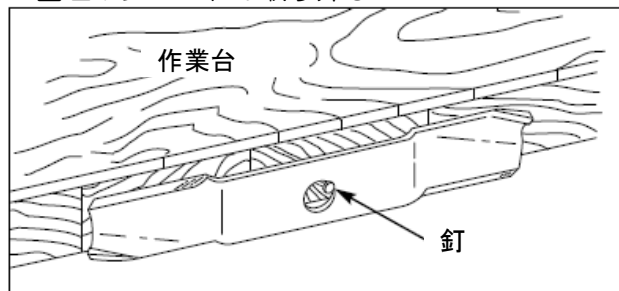

図 25 ブレードのバランスの確認
5. 図 25 のようにブレードのバランスをみます。ブレード中心の穴に釘を打ちます。バランスのとれているブレードは、水平を保ちます。水平が保てない場合は、研磨し直すか、交換してください。